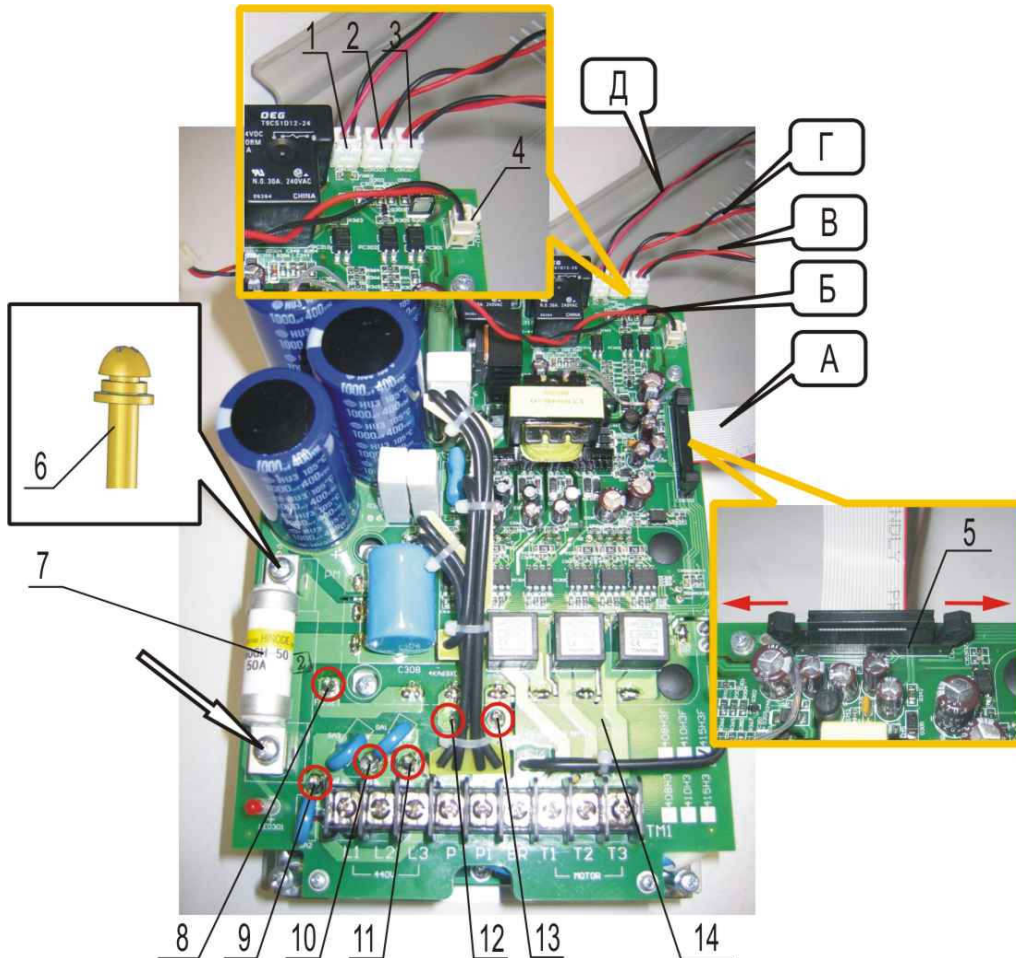

Рисунок 6.11
6.5.5 Отсоединить разъем 1 жгута Д на плате драйверов (рисунок 6.11).
6.7.1 Отсоединить разъёмы 1, 2, 3, 4, 5 проводов Д, Г, В, Б и шлейфа А на плате 14 (рисунок 6.11). Положить жгуты и кабели в тару.
6.7.2 Открутить два винта 6 крепления предохранителя 7 (рисунок 6.11). Снять предохранитель. Положить предохранитель и винты в тару.
6.7.5 Поднять плату драйверов, отпаять концы проводов (жёлтого, зелёного, чёрного, белого, красного, голубого) в точках 8 – 13 (рисунок 6.11).